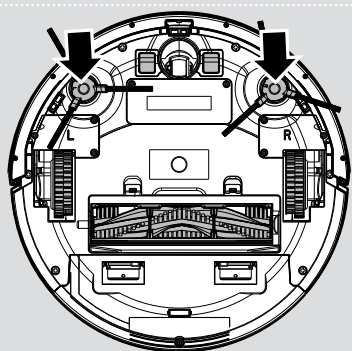

Fig. 3
7. Tryk de to rengøringsbørster til kant ned på beslagene, indtil de klikker på plads. Vær opmærksom på lokationen af L og R på enheden, samt på børsterne. **[Fig. 3]**